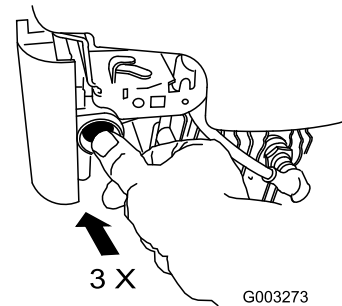

Figure 16
1. Appuyez fermement à 3 reprises sur l'amorceur avec le pouce, en marquant une pause d'une seconde à chaque fois (Figure 16).